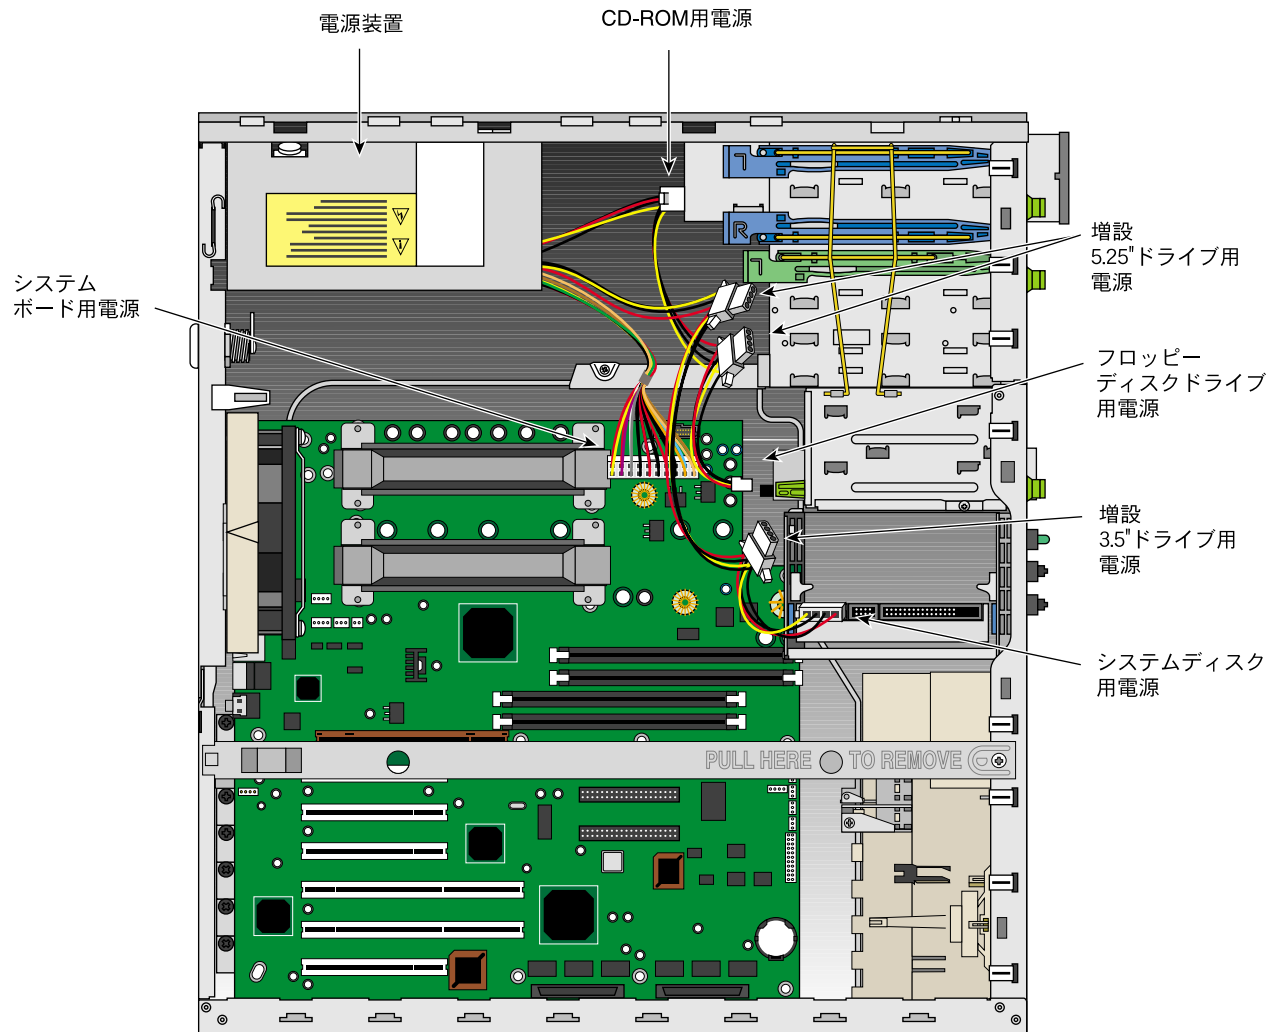

図2-15 電源ケーブルの接続
3. すべての電源ケーブルをシステムボード、3.5インチのドライブおよび5.25インチドライブから抜きます。ケーブルの接続位置については、37ページの図2-15を参照してください。
10. 電源ケーブルを、システムボード、ハードディスクドライブ、CD-ROMドライブ、フロッピーディスクドライブに接続します。電源ケーブルを接続する位置については、図2-15を参照してください。